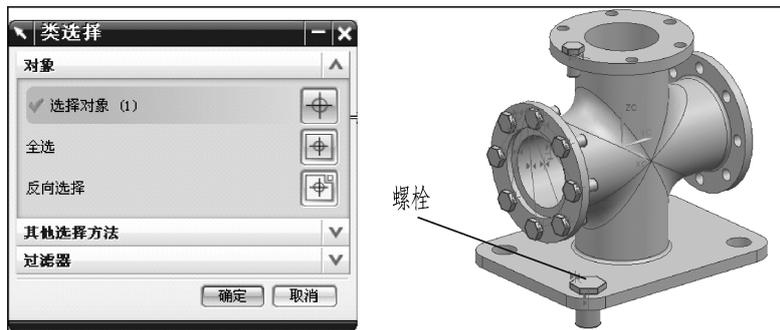

图 8.46 选择螺钉作为阵列源
① 选择菜单命令“装配→组件→创建阵列”，系统打开【类选择】对话框，选择螺栓，如图 8.46 所示，单击【确定】按钮。